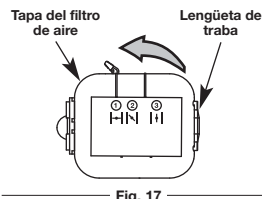

Fig. 17
1. Para abrir la tapa del filtro de aire, empuje la lengüeta de traba que está a la derecha, en su interior, y hale ligeramente la tapa hacia afuera y a la izquierda (Fig. 17).